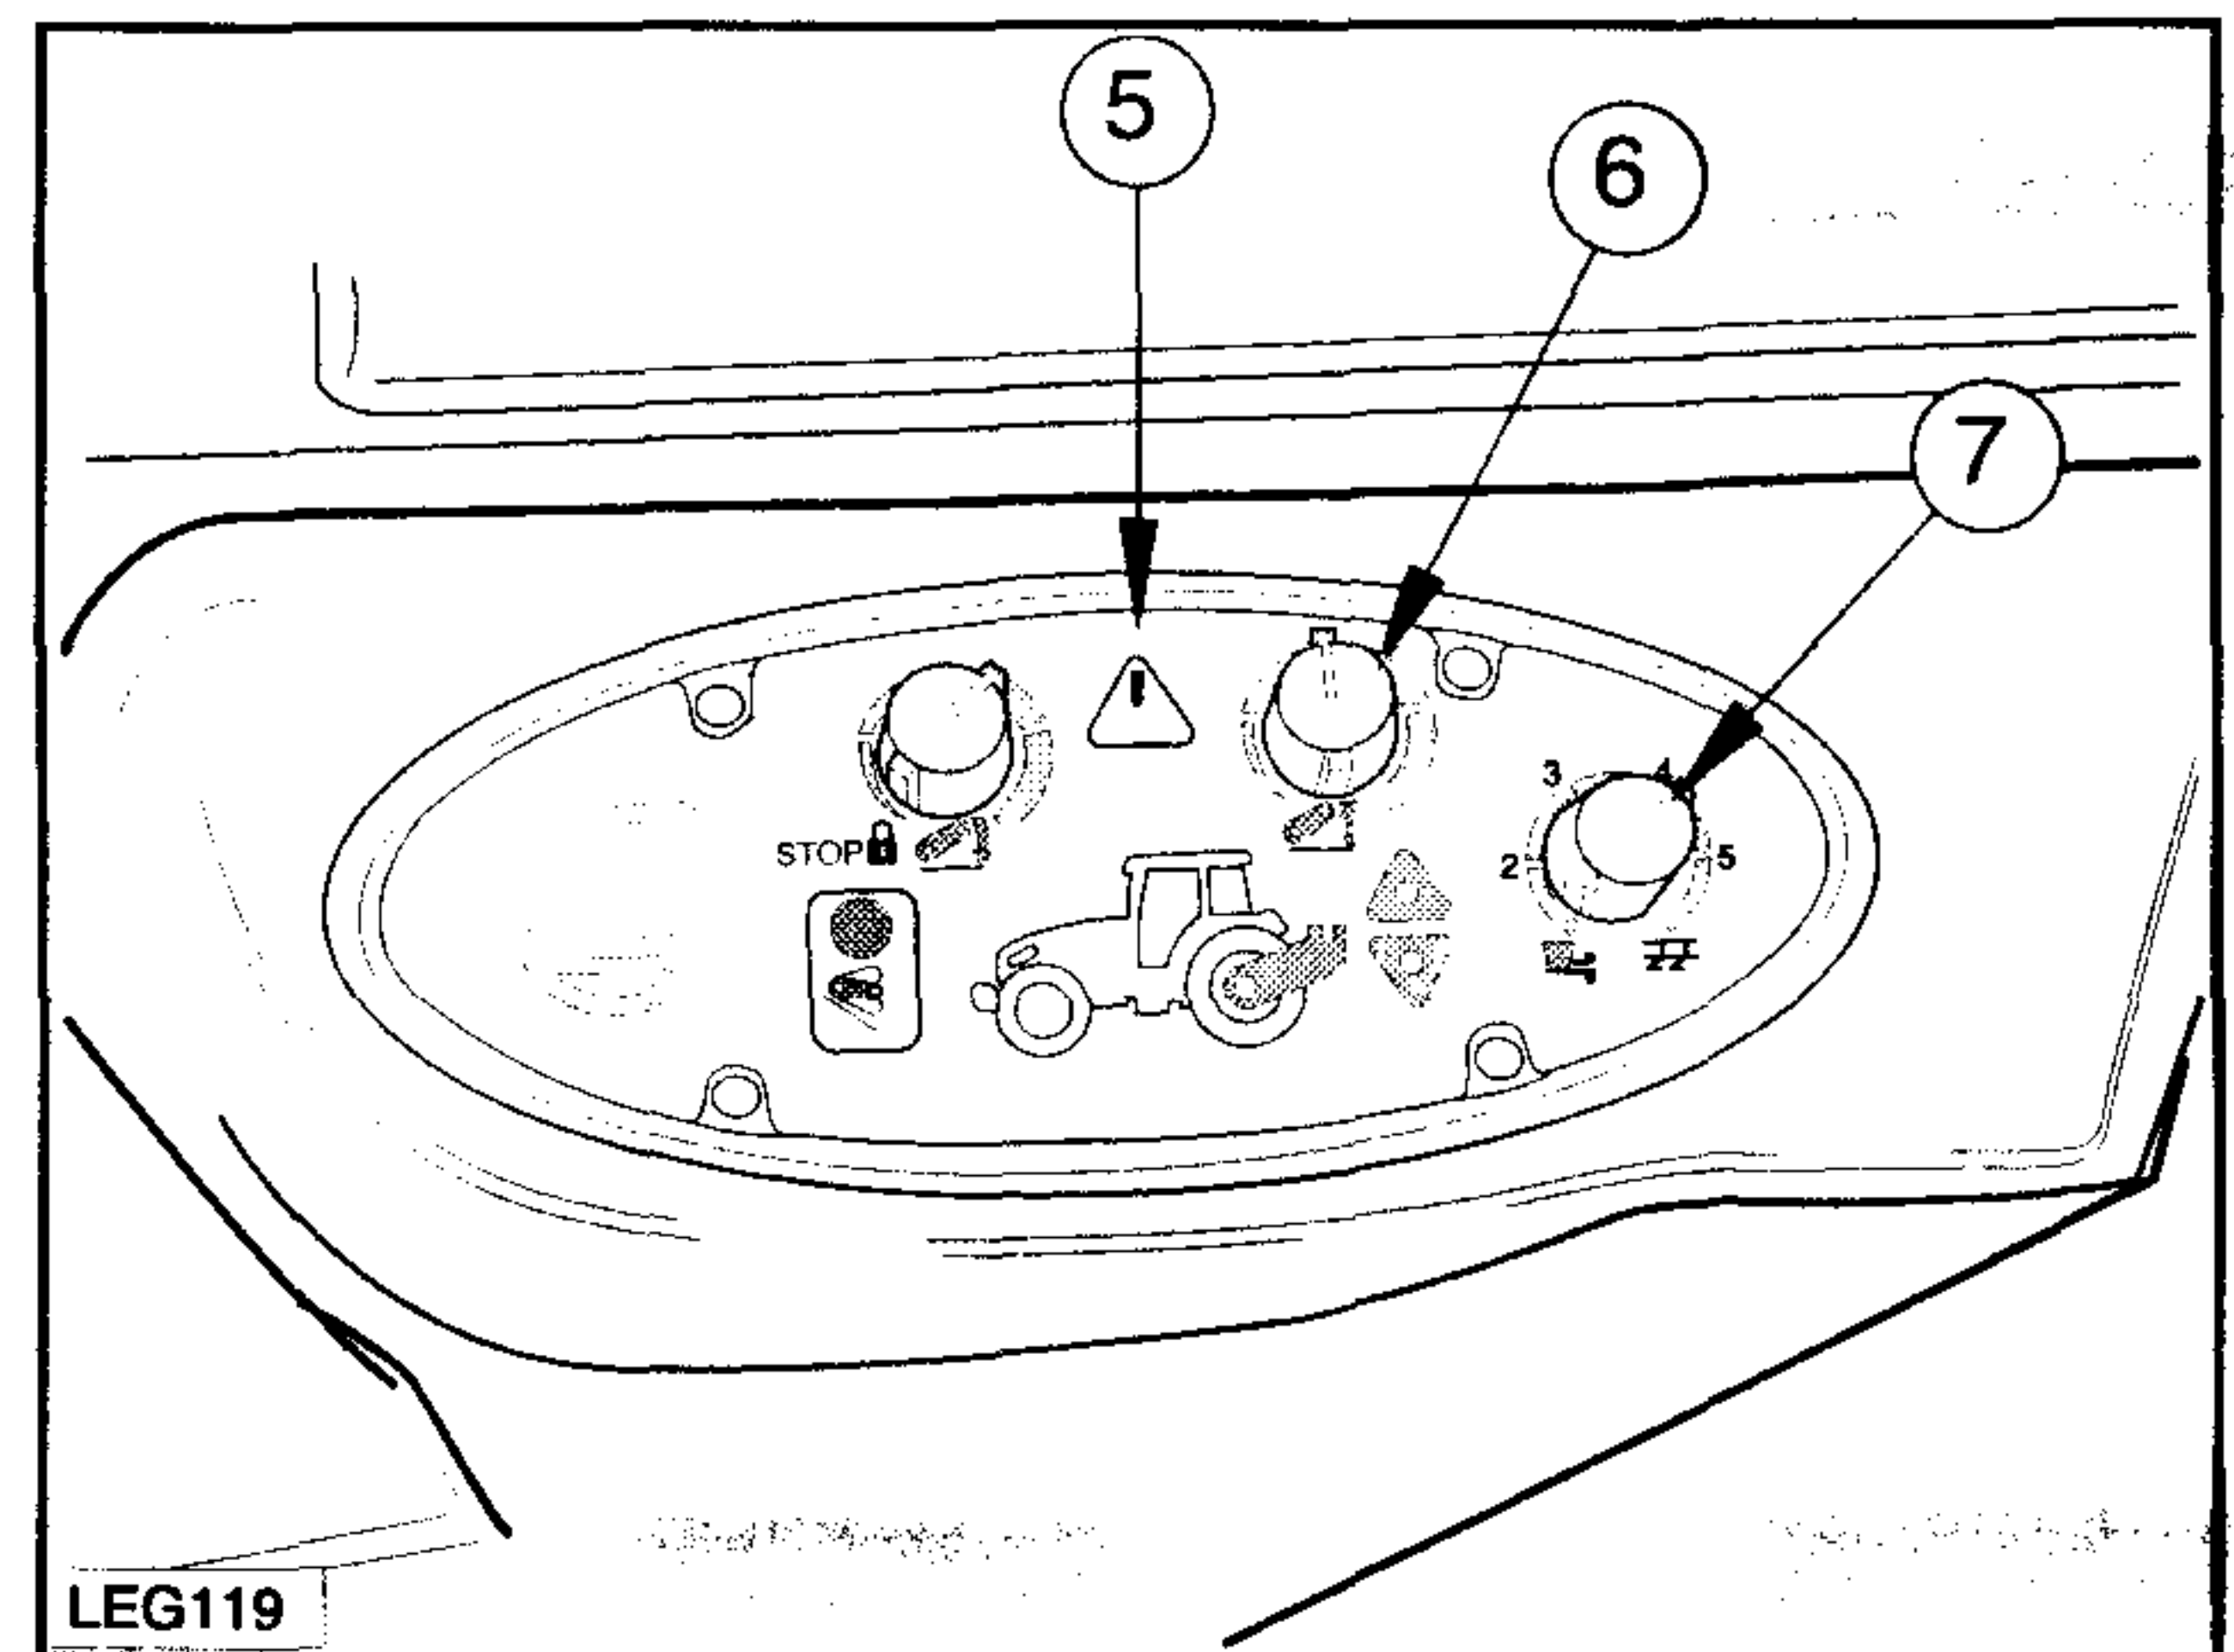
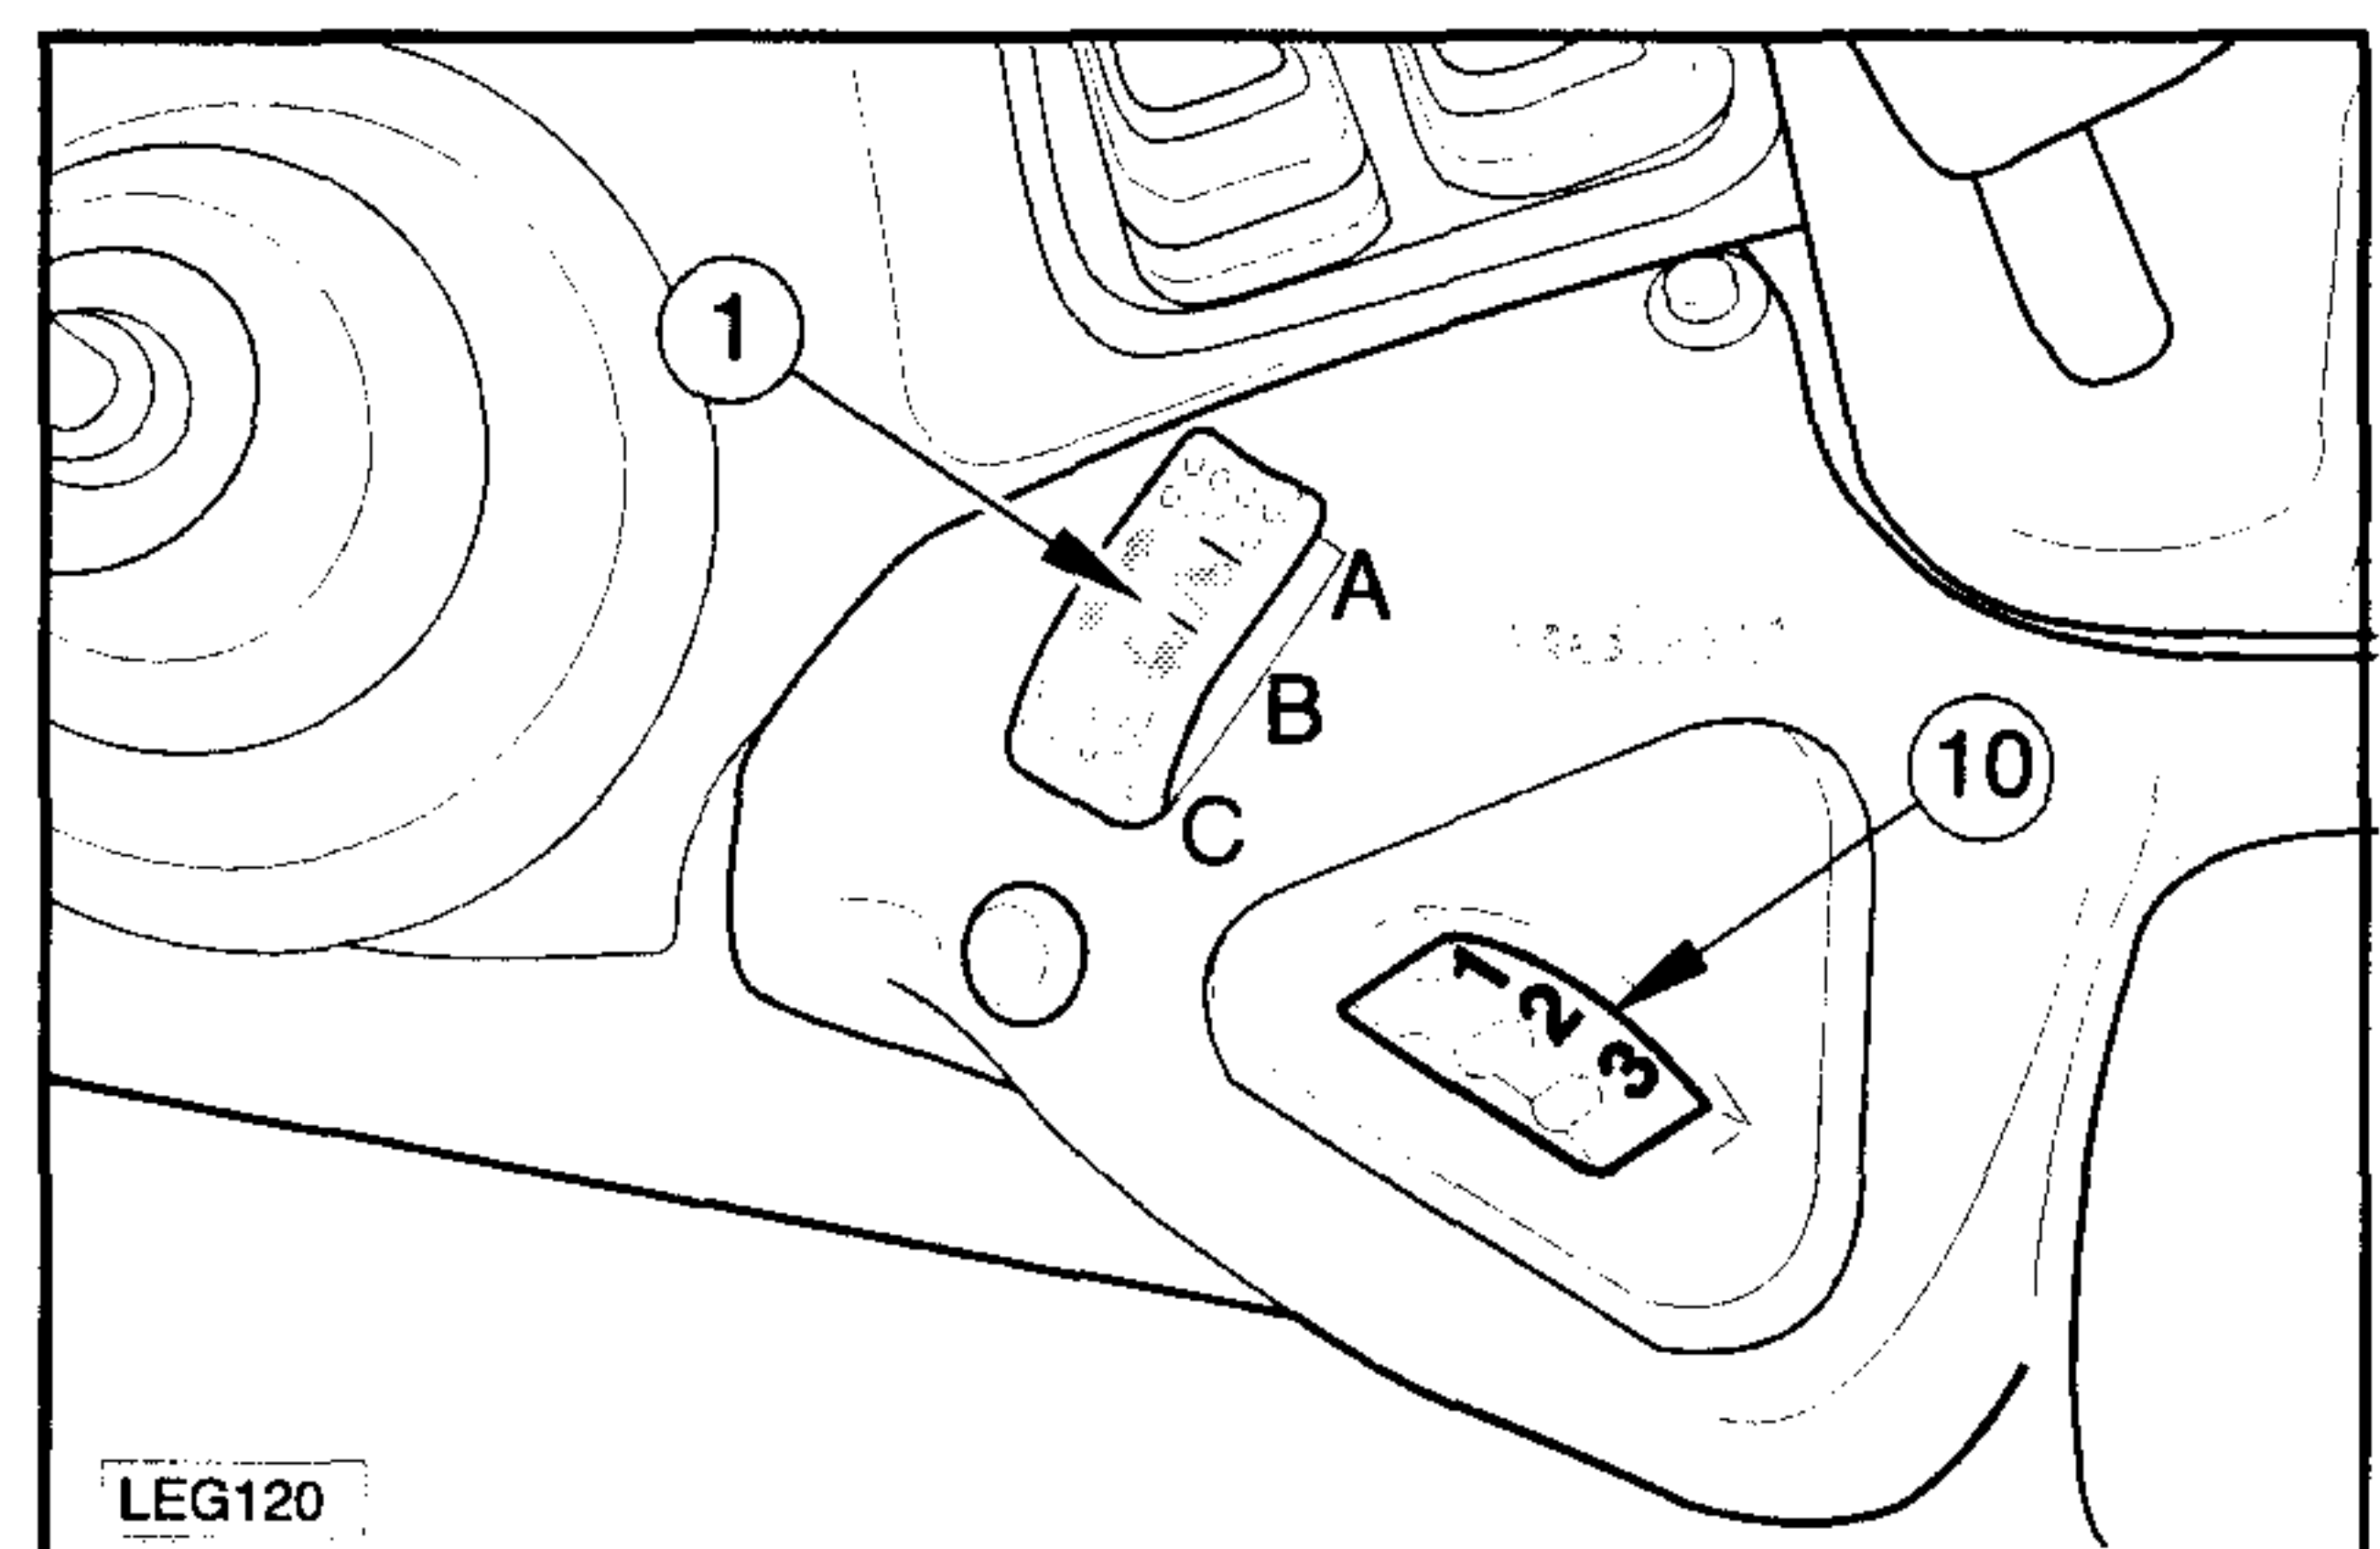

Fig. 4-72
Fig. 4-73
Activación del funcionamiento del elevador (Fig. 4-72 y 4-73)
ATENCIÓN: los brazos del elevador se levantan inmediatamente después de la reactivación. Por lo tanto, antes de reactivar el elevador electrónico es necesario limitar la altura máxima de elevación mediante el mando (6 - Fig. 4-72).
- Para parar inmediatamente el elevador volver a poner el interruptor (1) en la (Pos. B).
- Antes de reactivar el elevador electrónico cerciorarse que las regulaciones de los mandos (10 Fig. 4-73 y 7 Fig. 4-72) no provoquen movimientos peligrosos del apero aplicado en los brazos de elevación.
Cuando se arranca el motor se enciende el indicador luminoso de autochequeo (5 - Fig. 4-72) pero, una vez reactivado, el elevador electrónico, como hemos indicado, el indicador luminoso se debe apagar.